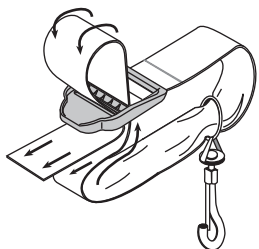

Fig. 17
2. Pase la correa sobre la barra transversal y hacia abajo a través de la ranura de la hebilla (Fig. 17).